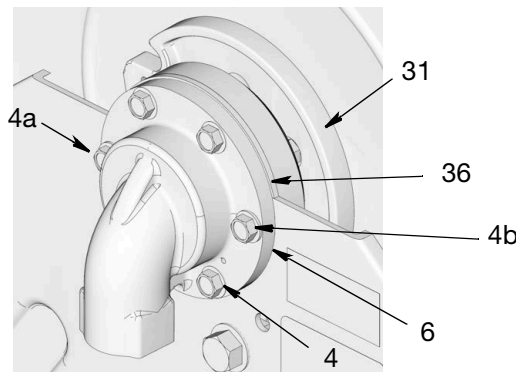

FIG. 21
4. SOLO modelos de media presión: Alinee el suplemento (36) entre la entrada (6) y el retenedor del cojinete (35) (FIG. 21).
5. Ponga primero los 2 pernos superiores (4a y 4b) por el bastidor y la entrada (6), como se muestra en la FIG. 21. Apriete los pernos lo suficiente para sostener todo en su lugar.
6. Luego, ponga los cuatro pernos restantes (4). Ajuste con la mano y luego apriete todos los pernos a 33,9 - 47,45 N•m (25 - 35 lb-pie).